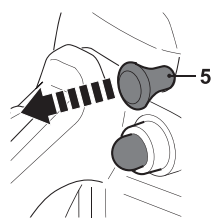

Fig. 22
4. Si le moteur est froid, sortez le starter (5) en position fermée (position de démarrage) (Fig. 22). La gâchette sera alors en position de démarrage.